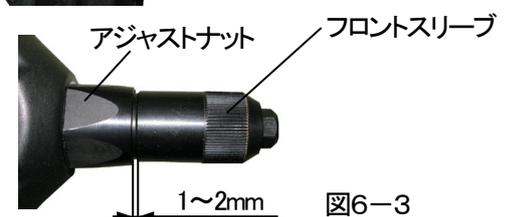

図6-3
(3)アジャストナットとフロントスリーブの位置関係が、図6-3の状態となるように、フロントスリーブをフロントボディにねじ込み、アジャストナットを締めて固定してください。